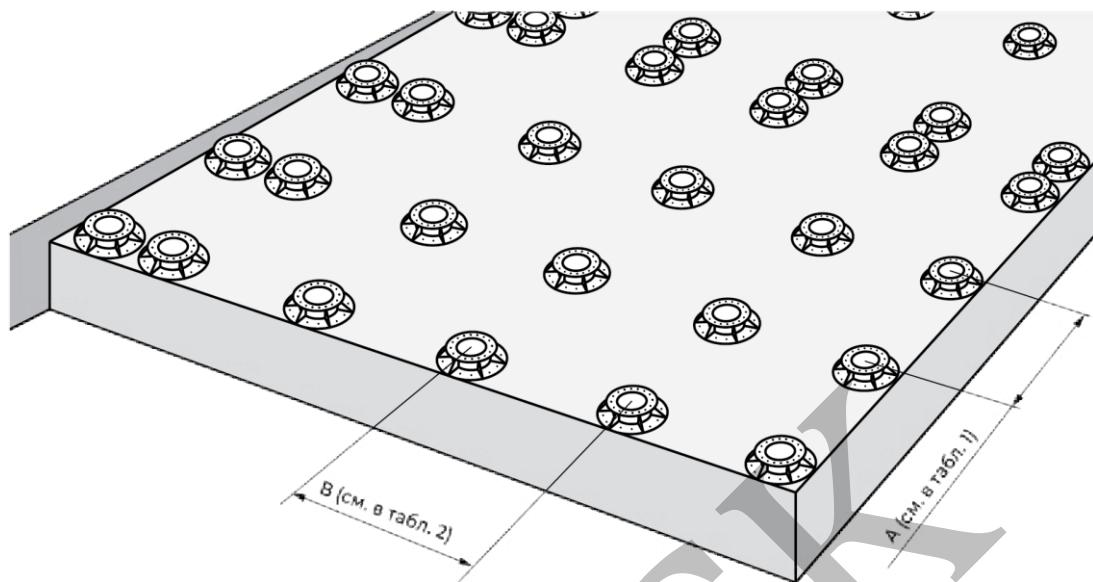

Рис.6
2. На основание устанавливают регулируемые опоры с шагом не более В (см. табл.2) по направлению укладки лаги, чтобы расстояние между лагами (по центрам) не превышало А (см. табл.1) (рис.6). Далее устанавливаются лаги.